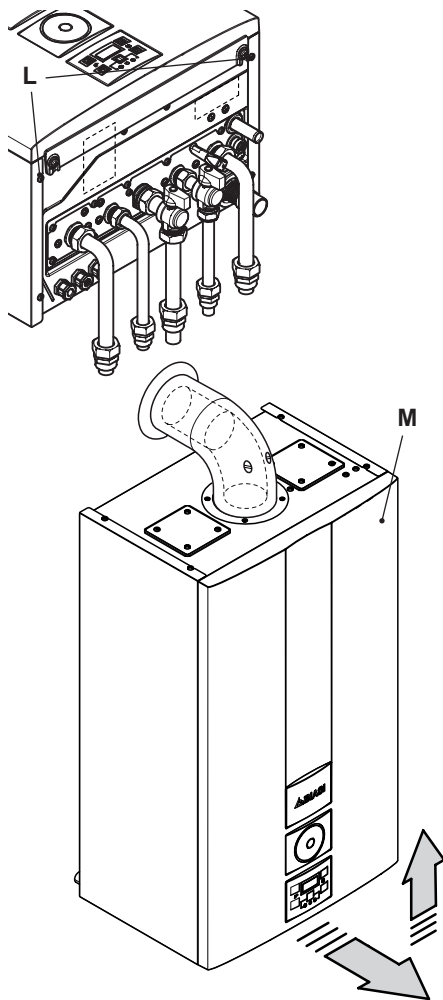

Figura 5.17
- Svitare le viti L e rimuovere il pannello frontale M tirandolo a sé e quindi spingendolo verso l'alto in modo da liberarlo dalle sedi superiori Figura 5.17.